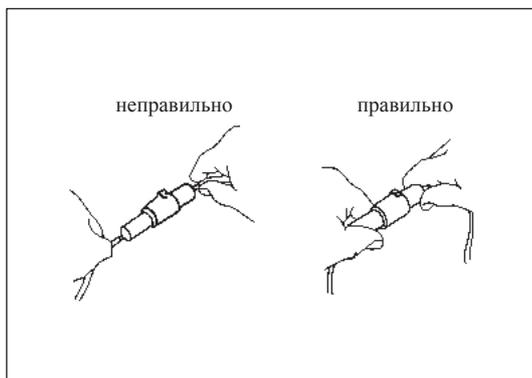

Рис. 1-3-5. Проверка контактов
- (3) При отсоединении контактов необходимо держаться за части разъема. Запрещается держаться за провода (см. рис. 1-3-5);
- (4) Запрещается ронять компоненты (например, датчики) электронной системы впрыска топлива. Вместо упавшего компонента необходимо использовать новый;
- (5) При затяжке болтов и гаек, для которых необходимо соблюдать точное значение момента затяжки, запрещается использовать ключи ударного воздействия.